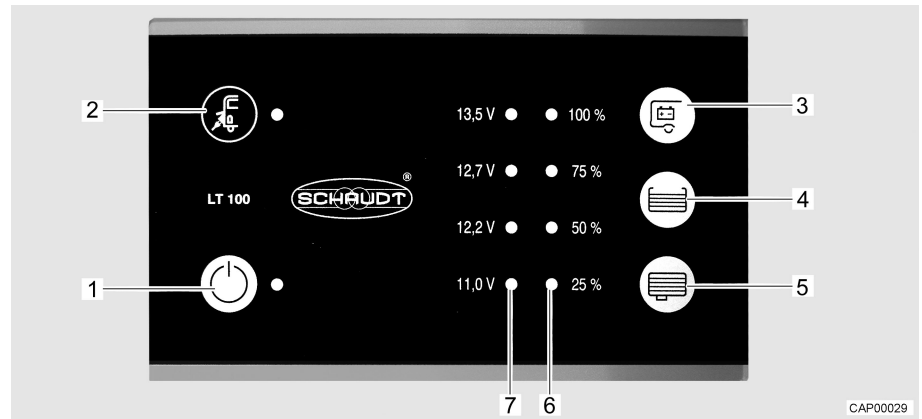

Fig. 54 Panneau de contrôle (LT 100)
La DEL jaune près du symbole de raccordement électrique  (Fig. 54,2) est allumée quand le véhicule est raccordé à une tension réseau externe. La DEL reste allumée quand le panneau de contrôle est éteint.
L'interrupteur principal 12 V (Fig. 54,1) établit ou coupe le panneau de contrôle et l'alimentation 12 V de la cellule.
- Appuyer sur l'interrupteur "⏻" (Fig. 54,1) : L'alimentation 12 V de la cellule est assurée. La DEL s'allume en vert.
- Appuyer de nouveau sur l'interrupteur "⏻" (Fig. 54,1) : L'alimentation 12 V de la cellule est coupée. La DEL s'éteint.
L'échelle DEL (Fig. 54,7) indique la tension de la batterie de cellule comme suit :
- Appuyer sur la touche "  " (Fig. 54,3) : La tension de la batterie de cellule est affichée.
L'échelle DEL (Fig. 54,6) indique le niveau de remplissage du réservoir d'eau fraîche ou de celui d'eaux usées.
- Appuyer sur la touche "☰" (Fig. 54,4) : Le niveau de remplissage du réservoir d'eau fraîche est indiqué par les DEL allumées.
- Appuyer sur la touche "☷" (Fig. 54,5) : Le niveau de remplissage du réservoir d'eaux usées est indiqué par les DEL allumées.